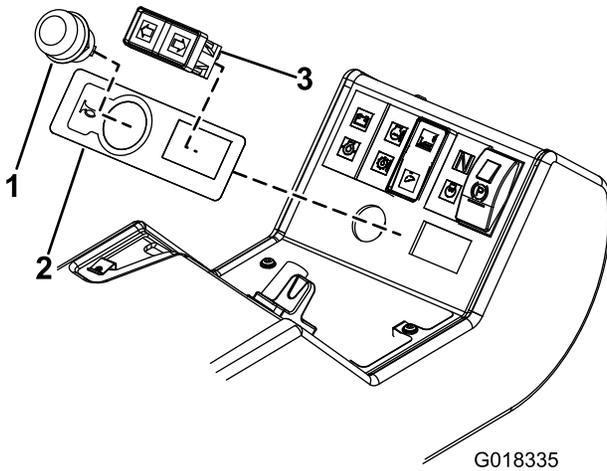
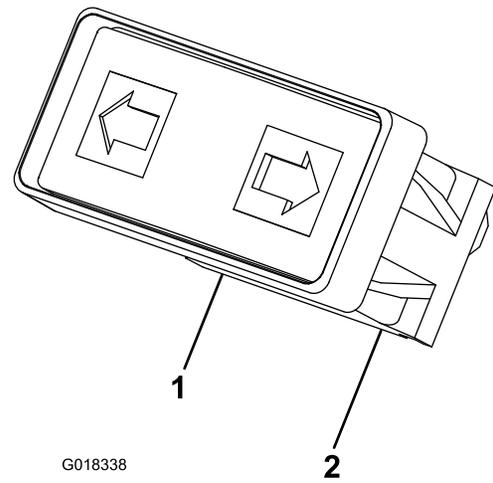

Figura 20
Figura 21
- Instale la pegatina del claxon alineándola con los bordes de los huecos redondo y rectangular (Figura 20).
- Instale el botón del claxon y el interruptor de los intermitentes en el panel de control (Figura 20). Instale el interruptor de los intermitentes con los cables verde/rojo a la izquierda y los cables verde/blanco a la derecha, según se muestra en la Figura 21.